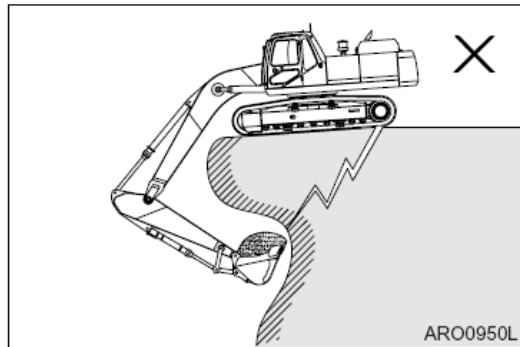

Figura 58
10. NO excave bajo la máquina. Consulte Figura 58.